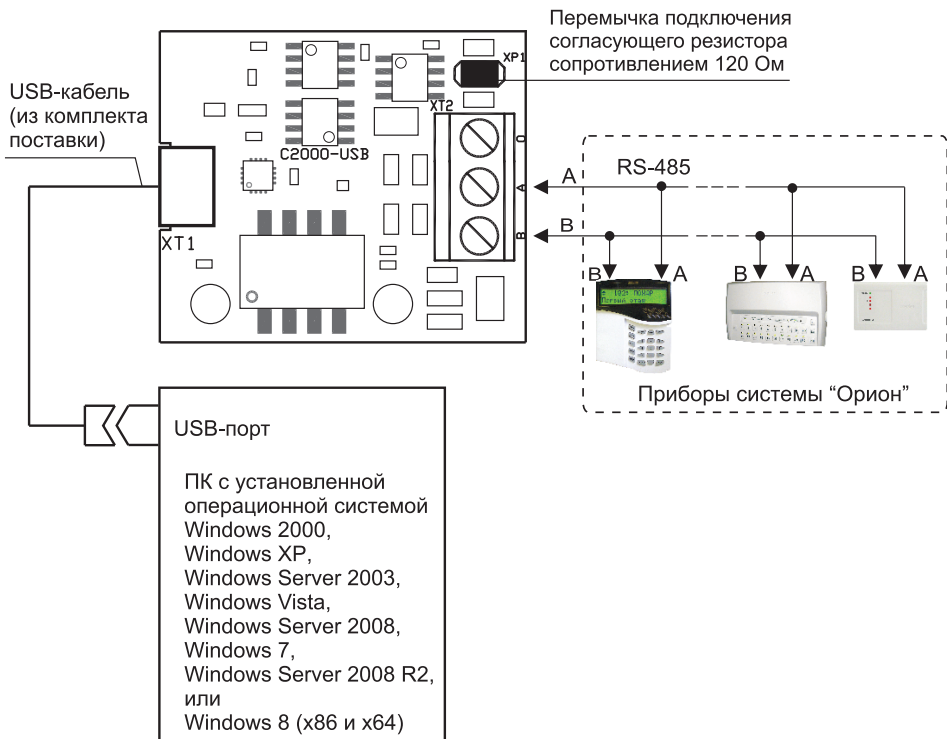

Рисунок 4. Схема внешних соединений «C2000-USB»
2.3 Монтаж соединительных линий производится в соответствии со схемой, приведённой на рис. 4
4.4 Если преобразователь является первым или последним в линии интерфейса RS-485, подключите резистор сопротивлением 120 Ом, установив перемычку на разъем, расположенный рядом с клеммной колодкой (см. рис. 4). В противном случае перемычка должна быть снята.